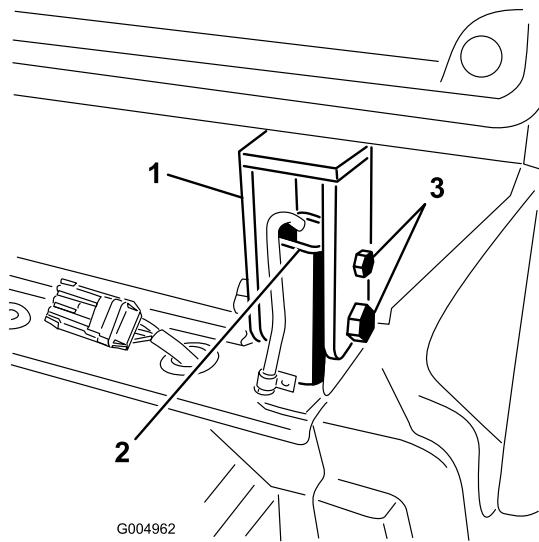

Рисунок 115
38. Затяните болты и гайки, которые крепят задние крепления кабины к стойкам конструкции ROPS (Рисунок 115).